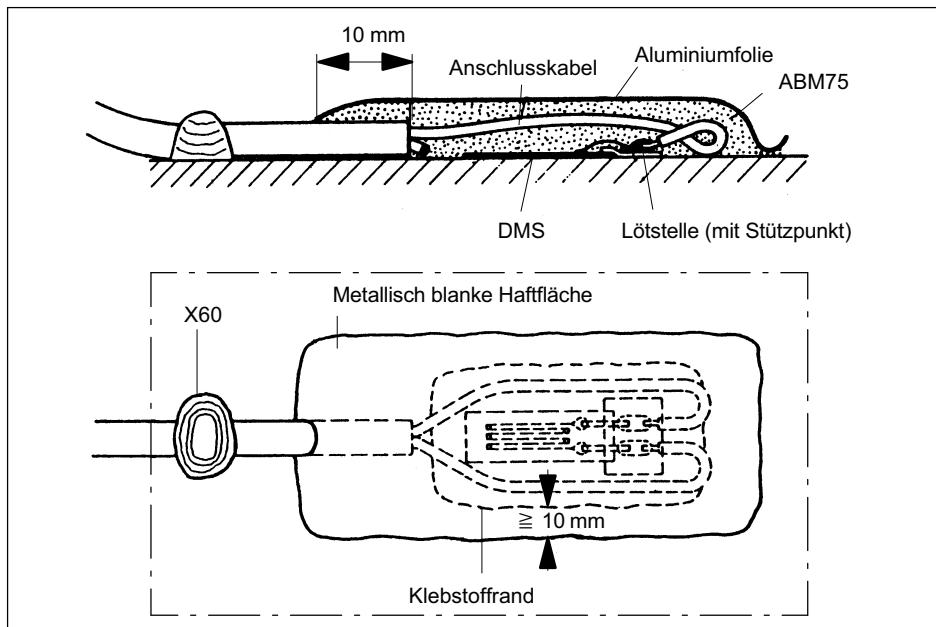

Abb. 4.1 DMS-Messstelle, mit ABM75 abgedeckt
- ▶ Schneiden Sie vom Abdeckband ein der gereinigten Fläche entsprechend großes Stück ab. Es soll mindestens 10 mm breiter als die den DMS umgebenden Klebstoffränder sein und an der Kabelanschlussseite mindestens 15 mm überstehen (*siehe Abb. 4.1*).